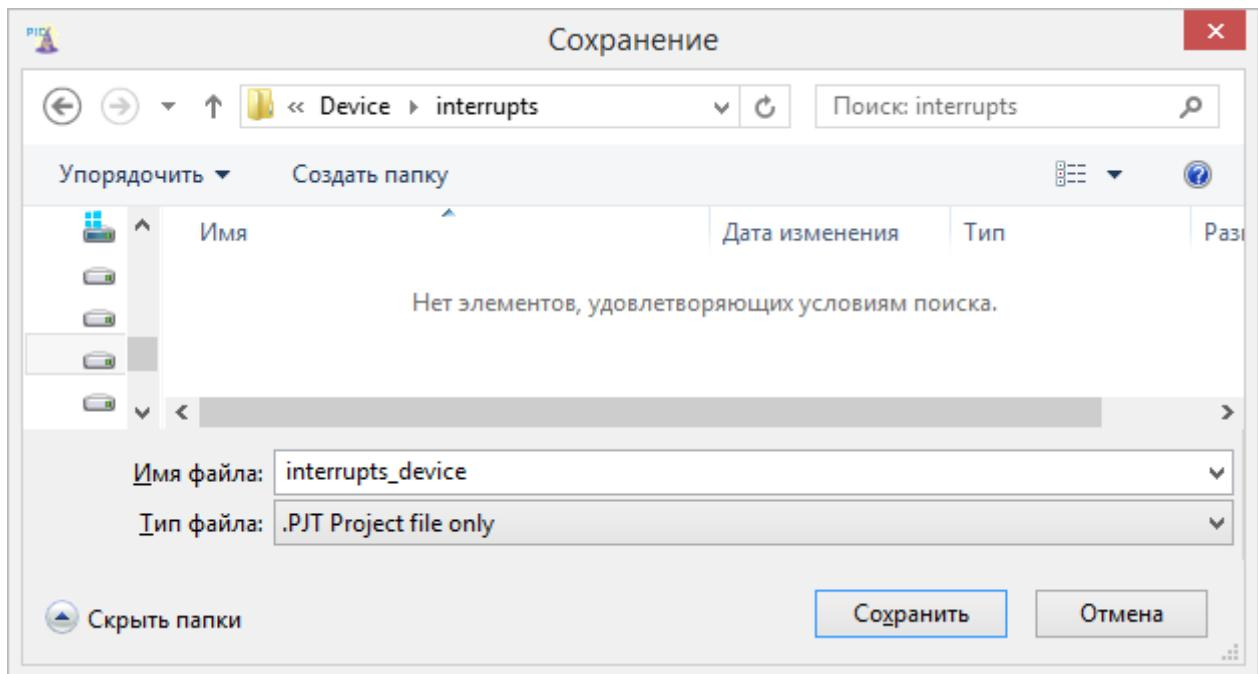

Рисунок 3.2.3 – Процес створення проекту у **IDE PCWH**
3. Створити або вибрати свій директорій і записати у нього проект під будь-яким іменем латинським шрифтом, наприклад: «**interrupts.pjt**» (рис. 3.2.3):